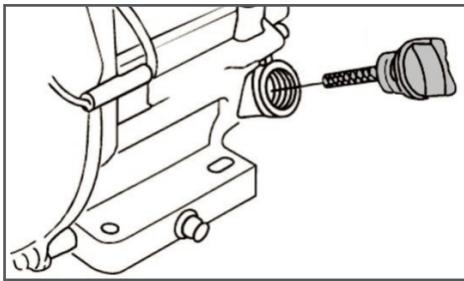

Рис. 8 Крышка-щуп маслозаливной горловины
- Открутите крышку-щуп маслозаливной горловины и извлеките щуп (Рис. 8).